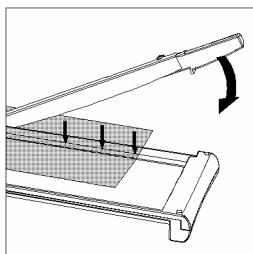

Fig. 2
- 4 Posez le document devant être coupé à la position voulue sous la barre de pression et appuyez sur celle-ci (Fig. 2).
- 5 Pour couper, abaissez le bras avec l'autre main (Fig. 2).